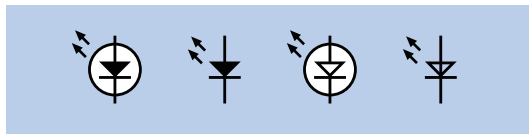

图 2-47 LED 的四种表示符号，功能相同
**6. 发光二极管：**图 2-47 展示了发光二极管（Light Emitting Diode, LED）的四种表示符号。无论是否有圆圈，也无论三角形是实心的还是空心的，它们的意义都相同。本书将圆圈白色高亮是为了看上去更清楚，但其他地方不会这样表示。在绘制电路图时，为了方便，LED 符号可能会朝向任何方向，箭头也可能指向任何方向。